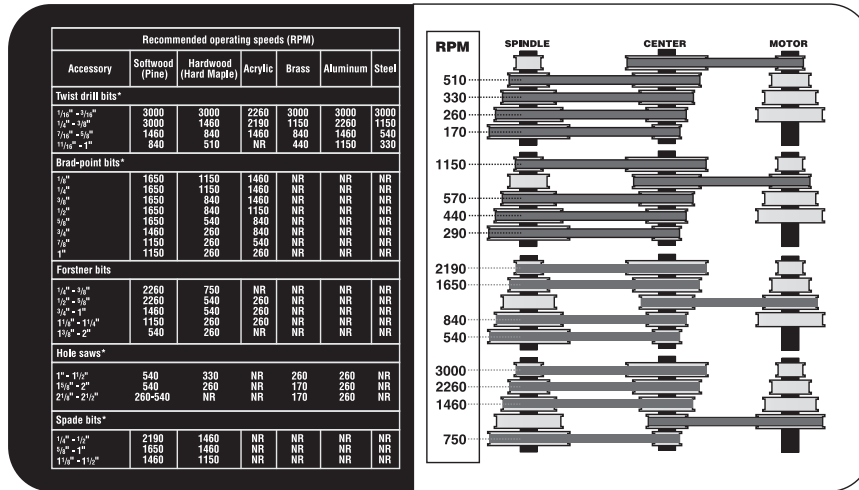

Fig. 38
La prensa de taladro viene con dieciséis velocidades de husillo. La Fig. 38 ilustra las posiciones de la correa y las velocidades correspondientes.
3. Elija la velocidad apropiada para la herramienta que utilizará y coloque las correas en las poleas correspondientes. Remítase a la tabla (Fig. 38) del interior de la tapa del cabezal de la prensa de taladro.